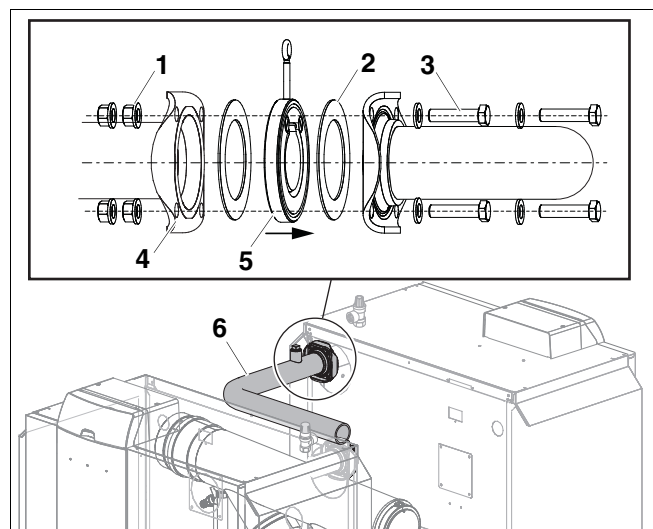

Fig. 5 Montaggio del collegamento di mandata sulla prima caldaia
- La valvola unidirezionale (fig. 5, [5]) va montata sulla mandata nella direzione di flusso.
- Disporre la guarnizione (fig. 5, [2]) sulla valvola unidirezionale.
- Avvitare la flangia del tubo di mandata (fig. 5, [6]) sulla flangia della mandata (fig. 5, [4]) della caldaia servendosi di quattro viti (fig. 5, [3]) e dadi (fig. 5, [1]).